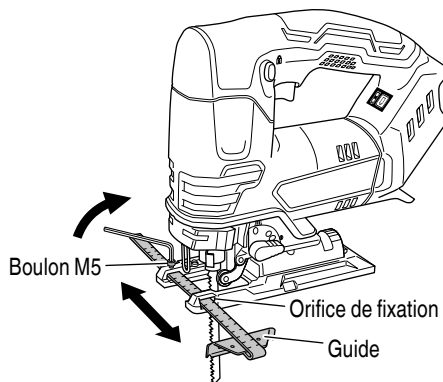

Fig. 22
- (3) Fixer le guide en le faisant passer dans l'orifice de fixation de la base et serrer le boulon M5. (Fig. 22)